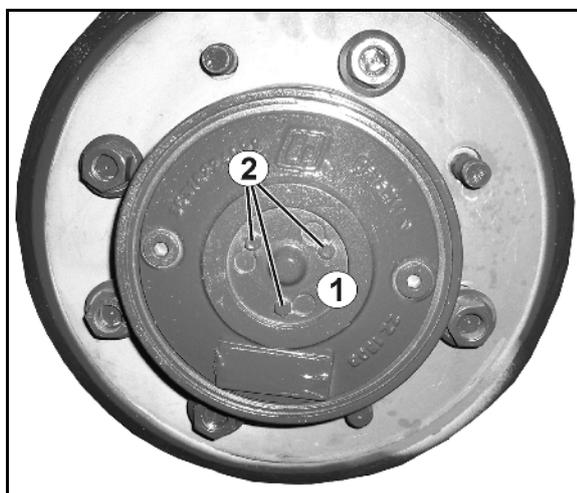

Fig. 120
Wenn die Maschine abgeschleppt werden muss, können die hutförmigen Deckel (Fig. 120/1) gedreht werden.
1. Hierfür lösen Sie die Schrauben (Fig. 120/2).